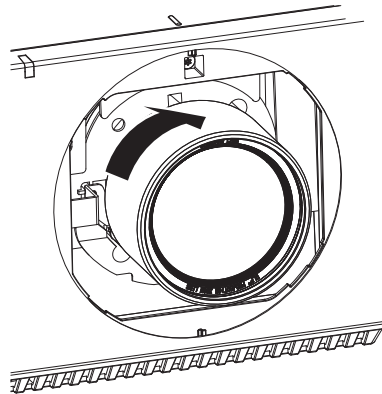

Abb. 2
- 2) Drehen Sie das Projektionsobjektiv im Uhrzeigersinn, bis es klickt. (Abb. 2)